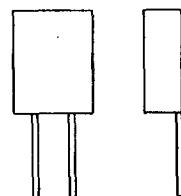

图 1-1-4
(6) 玻璃釉电阻。这种电阻是用稳定性好、可靠性高的钉系等金属玻璃釉电阻浆料，通过印刷方法成膜，在高温下烧结而成，也有棒状和片状之分，如图 1-1-4 所示。其中棒状电阻常用在彩色电视电路及其他各种电路中，而片状电阻因体积小可用于密度高、体积小的设备中，可在高频电路中使用。